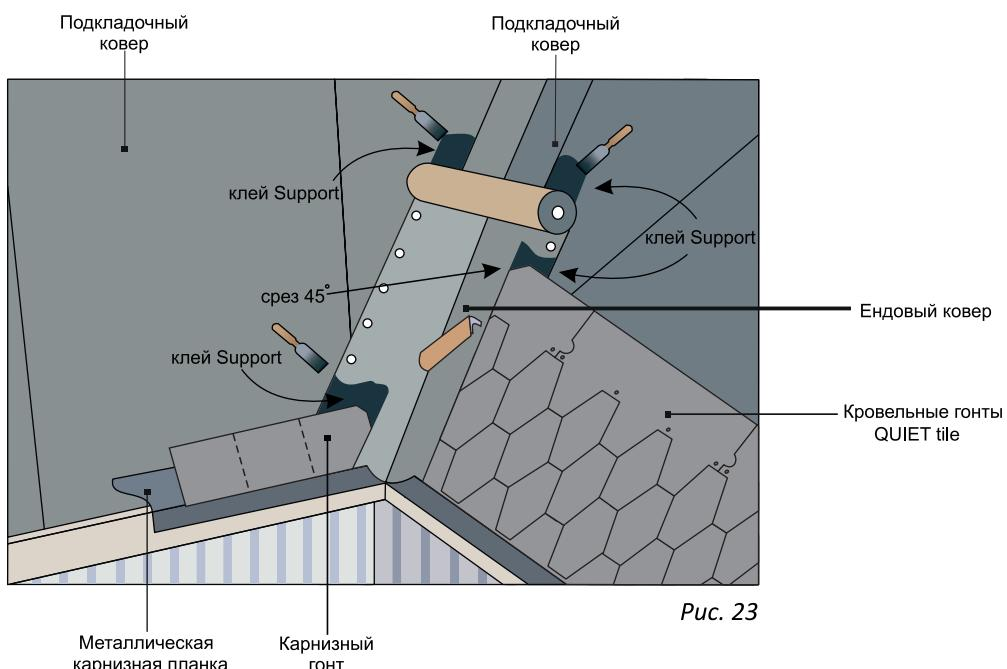

Рис. 23
- Ендовый ковер в области оси ендова необходимо оставить открытым на 150 - 200мм. Края гонтов приклеиваются к ендовому ковру kleem Support, что предотвращает проникновение накапливающейся в ендове воды под гонты. Необходимо обрезать верхний угол края гонта, приходящего в область ендова, под углом в 45 градусов (рис.23);